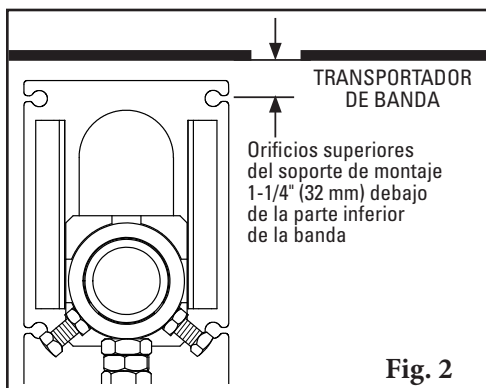

Fig. 2
2. **Instale el eje.** Inserte el ensamble del eje en la base de montaje instalada desde el interior. Luego deslice la base de montaje del lado opuesto en el eje y atornille en su lugar (Fig. 2).
2. **Instale las bases de montaje del tensor.** Monte las bases a la estructura o al chute de manera que las partes superiores de las bases estén alineadas con la parte inferior de la banda (hojas de uretano) o 9/16" (14mm) sobre la parte inferior de la band (hojas de carburo) (Fig. 2).
2. **Elimine el ángulo de la hoja del eje.** Afloje las contratuercas de la mordaza de ángulo y los tornillos en ambos lados del limpiador (Fig. 2). Deslice las mordazas de ángulo de cada extremo de ángulo y quite el ensamble de ángulo de la hoja del eje.